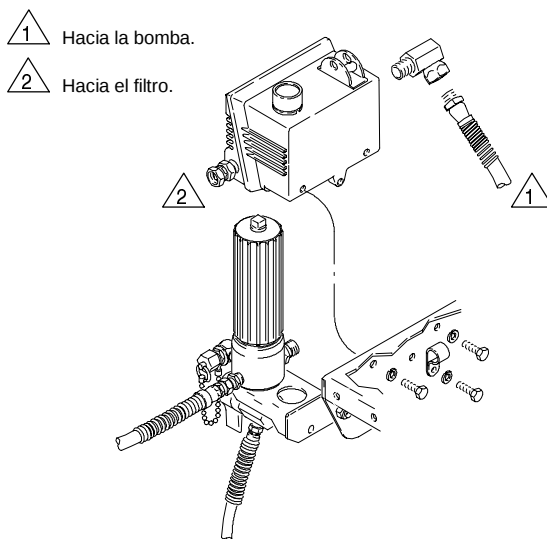

Fig. 20
2. Desconecte las dos mangueras del dispositivo de control de presión mientras se sujeta firmemente el conector o el codo (A). Vea la **PRECAUCIÓN**, que aparece a continuación. Anote la posición de origen de cada manguera, para estar seguro de colocarlas correctamente al final de esta operación. Vea la Fig. 20.